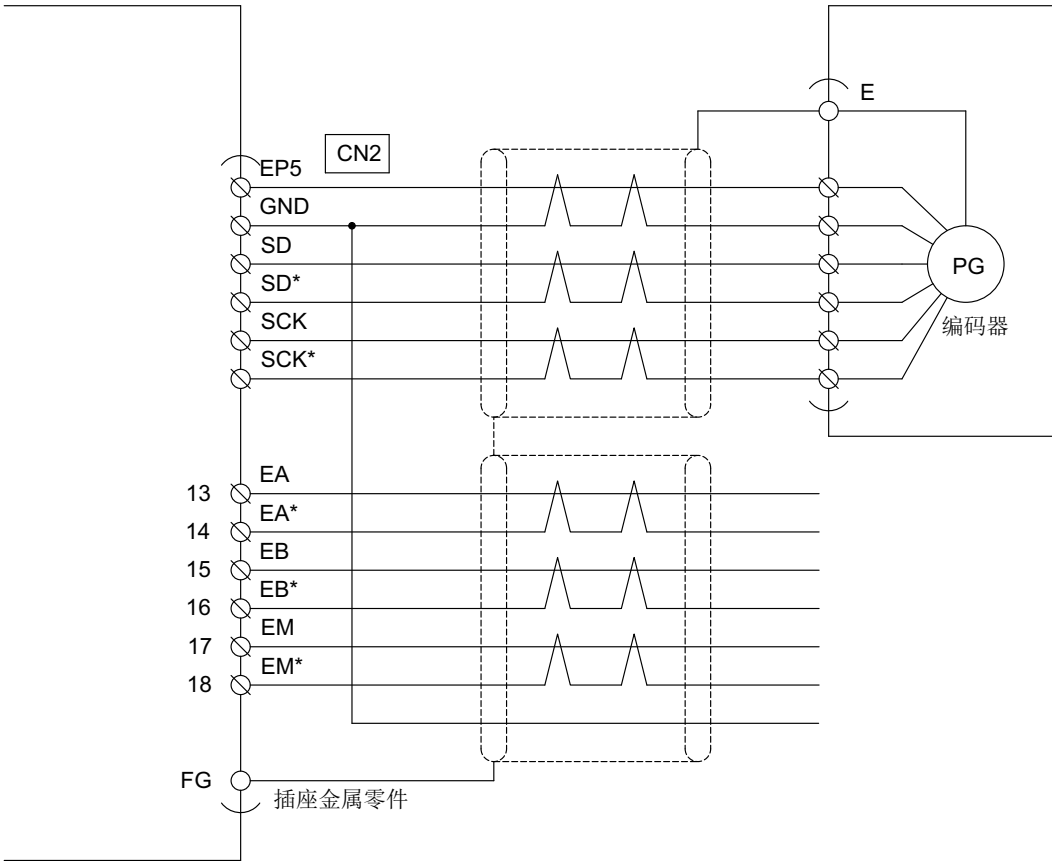

图3-2 串行编码器连接图
- 注 6:使用串行编码器时的连接, 请参照 「图 3-2 串行编码器连接图」。